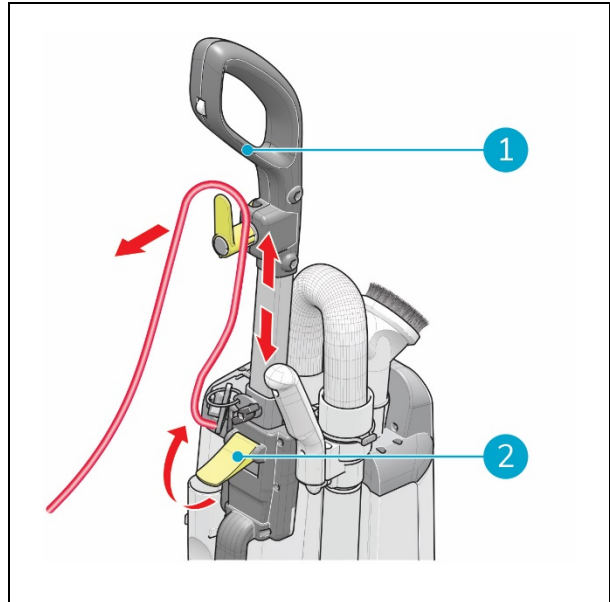

Abbildung 15
1. Lösen Sie den Riegel (Abbildung 15, Pos. 2).
2. Stellen Sie den Griff (Abbildung 15, Pos. 1) auf eine bequeme Höhe ein.
3. Schließen Sie den Riegel (Abbildung 15, Pos. 2).